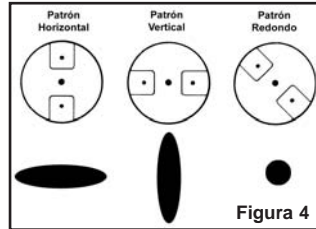

Figura 4
- c. Forma del patrón de rociado (ver Figura 4): afloje el aro de seguridad y gire la válvula de aire para obtener el patrón de rociado deseado. Apriete con la mano el aro de seguridad después del ajuste.